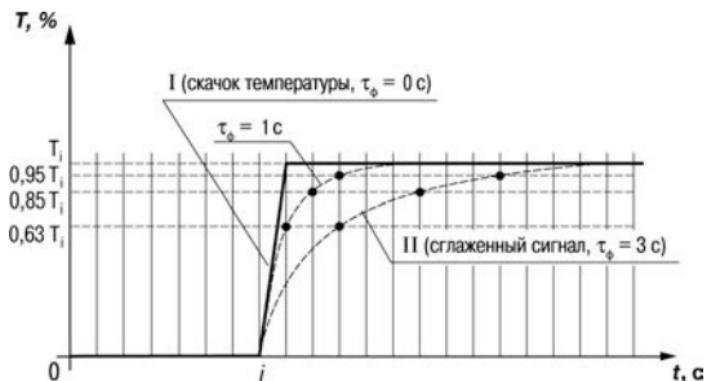

Рисунок 3.4
3.2.4.3 Во-вторых, фильтр устраниет шумовые составляющие сигнала, осуществляя его экспоненциальное сглаживание. Основной характеристикой экспоненциального фильтра является постоянная времени  $\tau_\phi$  – интервал, в течение которого сигнал достигает 0,63 от значения каждого измерения  $T_i$  (рисунок 3.4).